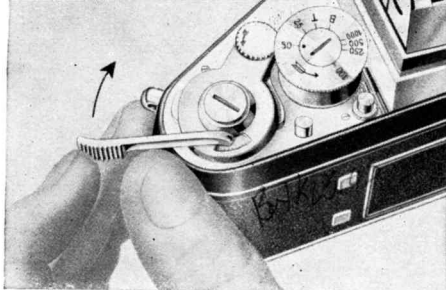

Abb. 5
Verschußspannen und Filmtransport mit dem Spannhebel (8). Diesen Hebel stets bis zum Anschlag schwenken (Abb. 5), er bewegt sich dann von selbst zurück. Verschußauslösen vor dem vollständigen Verschußspannen und dem Filmtransport unmöglich und Filmtransport erst nach dem Verschußauslösen durchführbar. Auch bei Zwischenstellungen des Spannhebels (8) Verschußauslösen unmöglich. Spannhebel nicht gewaltsam zurückdrücken, sonst Beschädigung des Mechanismus. Geht der Spannhebel (8) bei ungeladener Kamera einmal nicht selbsttätig zurück, dann Rückwand (44) öffnen, und Filmtransporttrommel (34) etwas in Richtung zur Filmkammer (33) drehen, dabei den Spannhebel (8) federnd drücken.